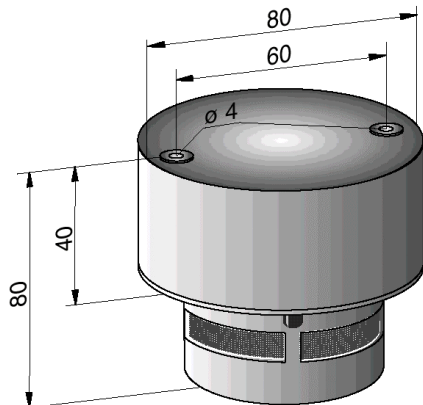

Abb.4
- Den Sockel mit dem beiliegenden Montagmaterial an die Decke montieren (Maße siehe Abb.4).
- 9-V-Blockbatterie mit dem Batterieanschluß (4) verbinden und in den Batteriehalter (1) stecken.
- Benötigte Kabeleinführungen herausbrechen, den Sockel mit dem jeweils beiliegenden Montagmaterial an die Decke montieren (Maße siehe Abb.4).